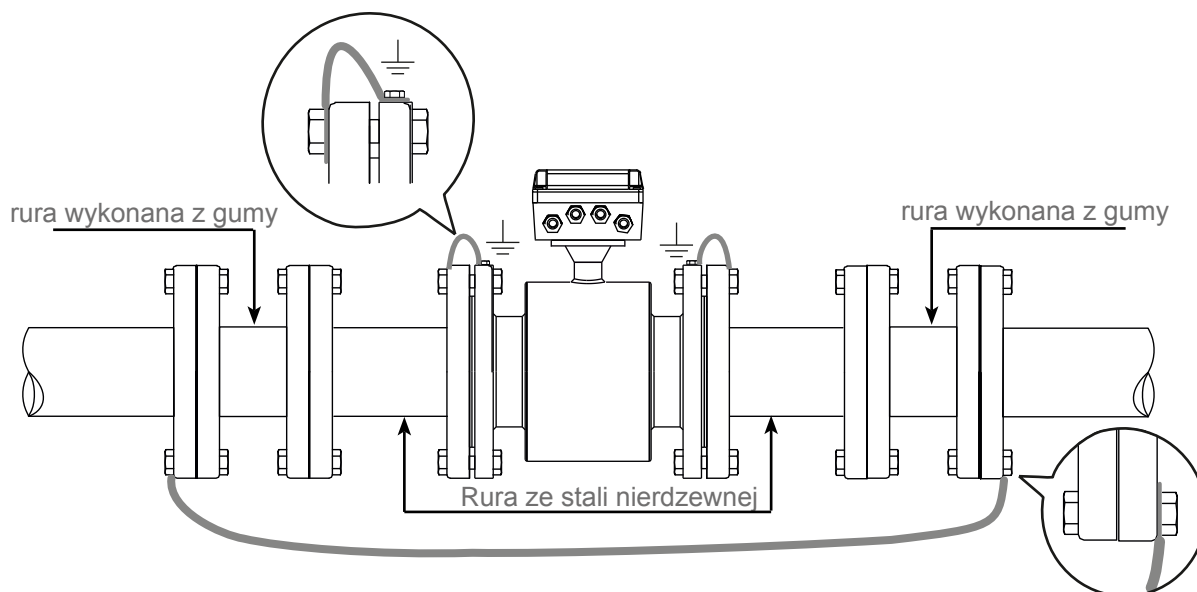

Fig.19A Podział rury.
c) Rura z ochroną katodową może mieć wpływ na potencjalne zakłócenia. W celu wyeliminowania tych zakłóceń cała instalacja musi być izolowana z obu stron rurami gumowymi, tak jak pokazano na Rys.19A.